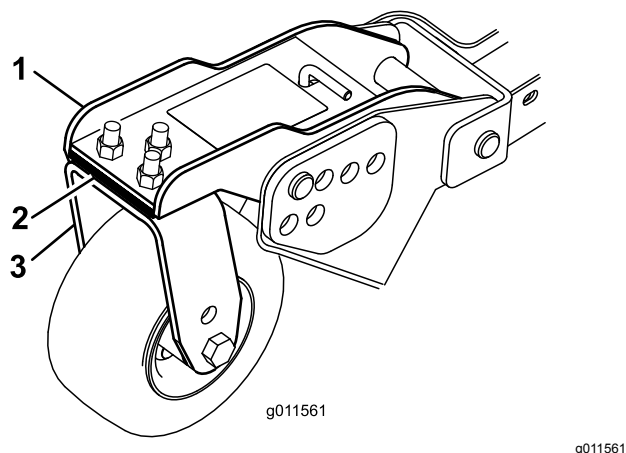

Figura 31
Girate la lama su ciascun fusello fino a disporla in parallelo con la lunghezza della macchina. Misurate dal suolo alla punta anteriore del tagliente. Regolate gli spessori di 3 mm sulla forcella (o forcelle) della ruota orientabile anteriore, finché l'altezza di taglio non corrisponde al valore riportato sull'adesivo (Figura 31). Unicamente per il fusello della lama esterna, fate riferimento a Regolazione dell'angolo di inclinazione degli apparati di taglio \(pagina 72\).
3. Se il bordo interno dell'apparato di taglio laterale è troppo alto rispetto al bordo esterno dell'apparato di taglio anteriore, togliete uno spessore di 3 mm dalla base del braccio della ruota orientabile anteriore interna dell'apparato di taglio laterale (Figura 31). Controllate di nuovo la misura tra i bordi esterni di entrambi gli apparati di taglio ed il bordo interno dell'apparato di taglio laterale rispetto al bordo esterno dell'apparato anteriore.